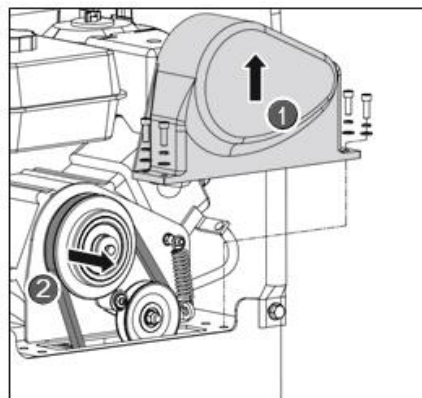

Рис.11
1. Снимите кожух клинового ремня (Рис. 11).